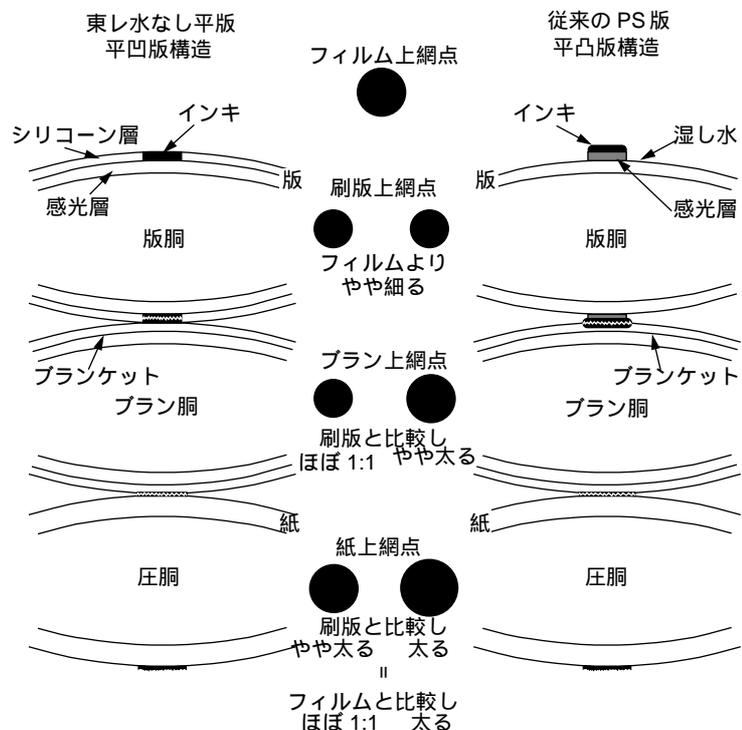

図 6 版構造の違いによる印刷時網点太りの差
**A** 感光層のところで述べたように、従来版が平凸版に対し、水なし平版は平凹版構造になっています。したがって、インキが版からブランケットに転移するとき横拡がりが押さえられ、網点サイズはほぼ 1:1 で転移します (図6)。